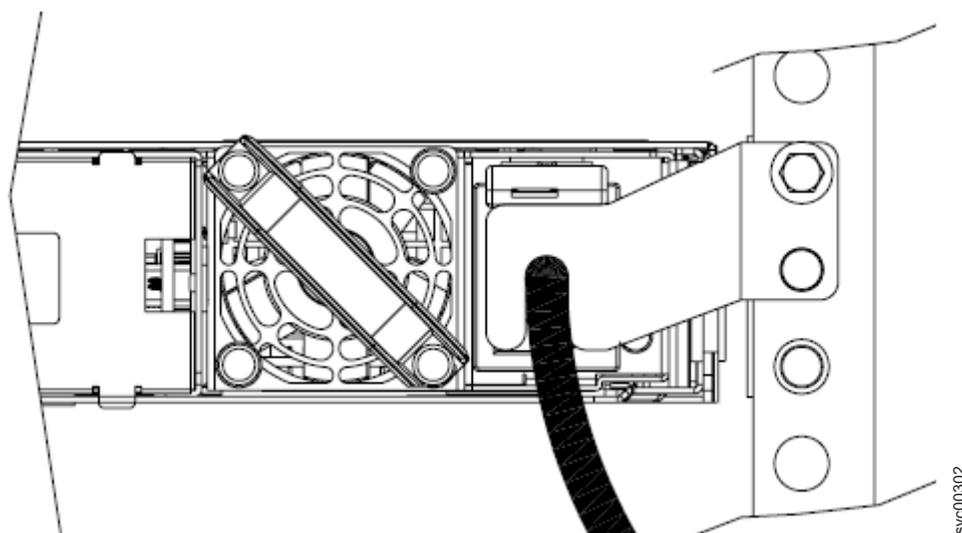

図 30. ケーブル保持ブラケット・タイプ B が取り付けられている SAN ボリューム・コントローラー 2145-8G4
2. 図 30 に示すように、キャビネット背面で、電源機構の隣にあるノードのサイド・レールから固定ボルトを取り外します。